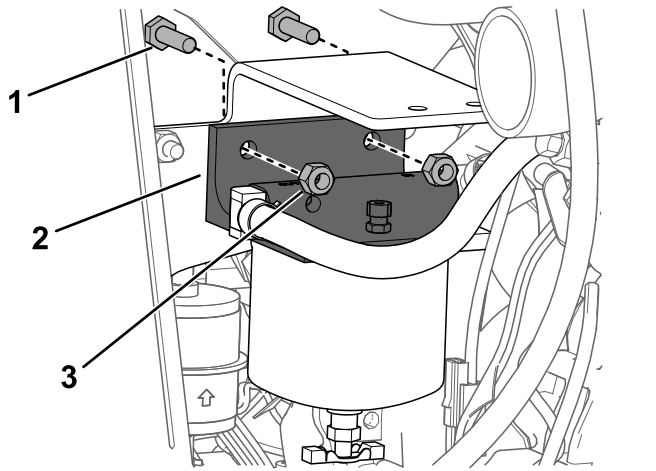

図 21
この手順では図 1と図 21から図 25を使用してください。
17. 図 21 のように燃料フィルタキャニスタをプレートに取り付ける。